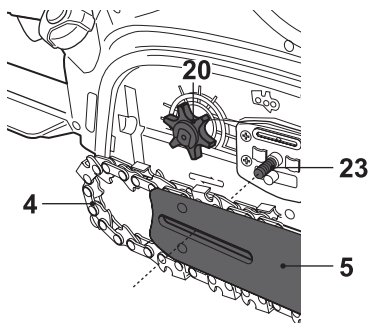

Imagen 5
- > Alinee la espada [5] y la cadena de corte [4] montadas con el piñón de transmisión [20] y el perno [23]. Coloque la cadena de corte alrededor del piñón de transmisión y, a continuación, baje la espada para montarla en el perno (Imagen 5, 6).